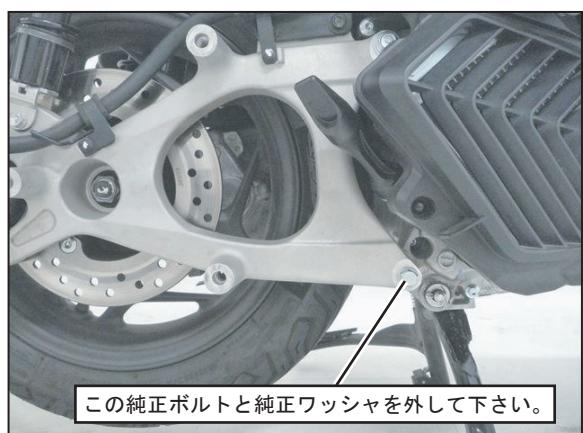

FIG. 2
3. スイングアームを留める下側の純正ボルトと純正ワッシャを外して下さい。外した純正ボルトと純正ワッシャは本製品取り付けに使用します。 (FIG. 2参照)